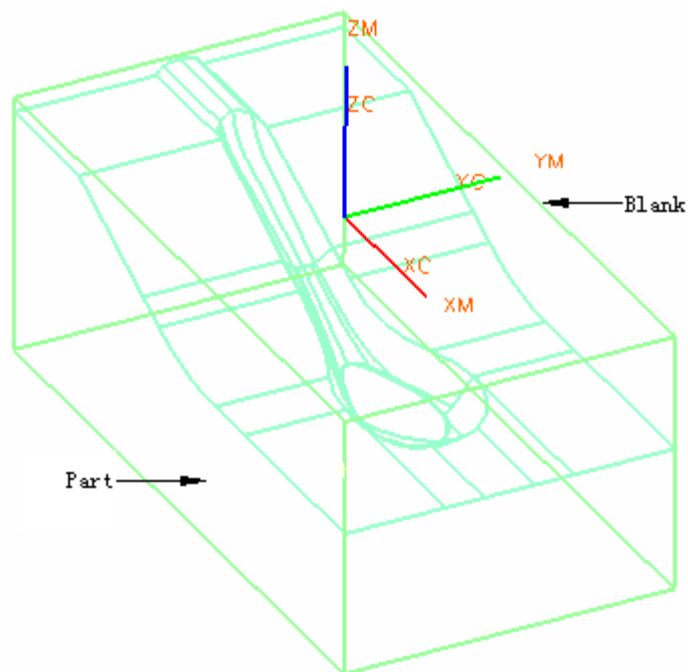

图 9-115
加工如图 9-115 所示的零件，材料为 718，加工机床为 MAKINO-V56，使用虎钳装加。
- 双击 WORKPIECE，定义如图 9-115 所示的 Part 和 Blank，单击 OK。